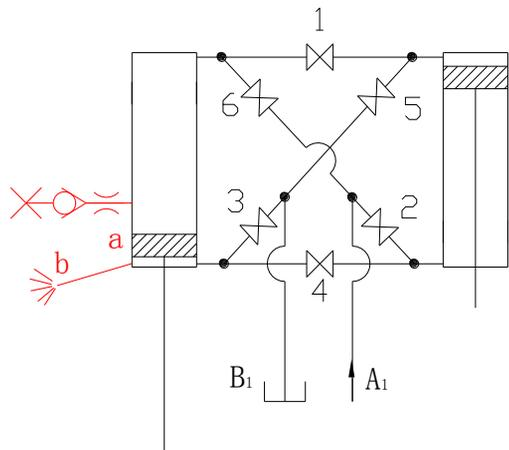

图 1-9-5
4. 把左边主油缸前端的补油管从单向阀处拆开后，用母测压接头堵死单向阀上的接头体（如图 1-9-5）；